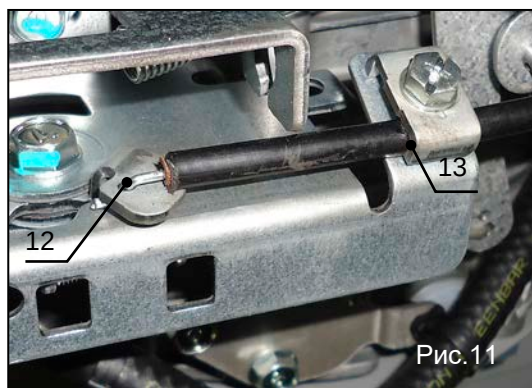

Рис.11
2. Вставьте трос газа в отверстие кронштейна (поз.12, рис.11). Рубашку троса закрепите в нижнем отверстии фиксатора (поз.13, рис.11).